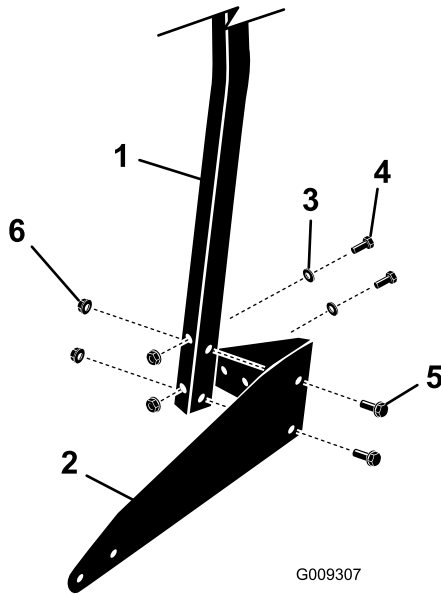

Figura 2
- A. Instale provisionalmente los soportes en el tubo de sujeción trasero con 4 pernos (5/16" x 2³/₄"), 4 pernos (5/16" x 1³/₄"), 4 arandelas planas (5/16") y 8 tuercas con arandela prensada (5/16"), según se muestra en Figura 2.